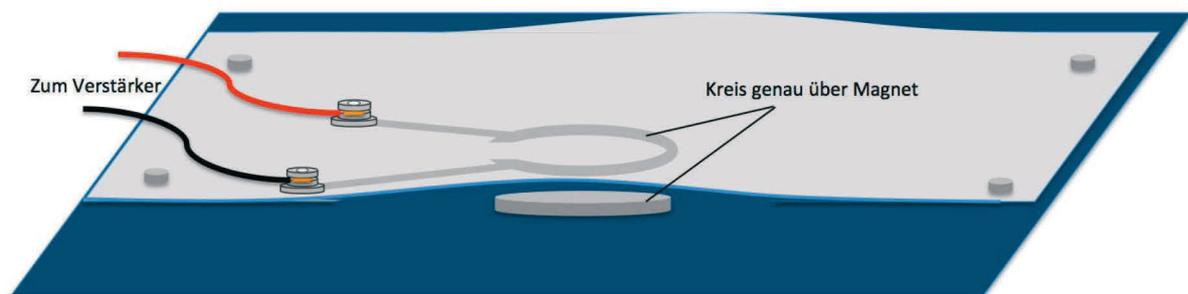

Bild 31: Aufbau und Anschluss des Papierlautsprechers
- Schiebe das Papier leicht zusammen, so dass es sich wölbt und ein kleiner Abstand (1-2 mm) zwischen Magnet und Papier im Bereich des bemalten Kreises entsteht (siehe Bild 31).